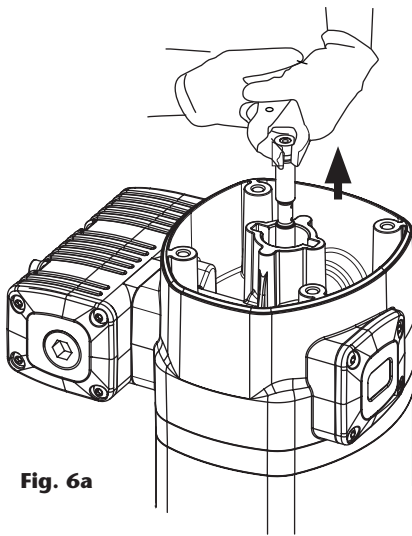
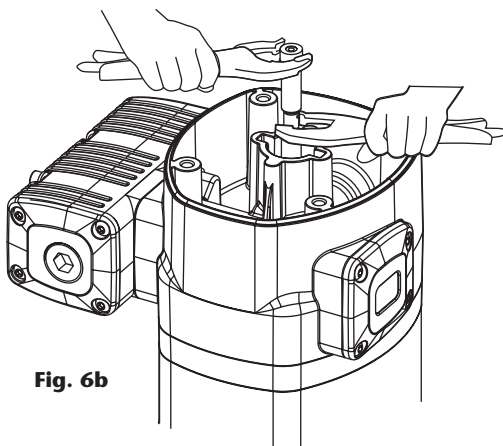

Fig. 6a
Fig. 6b
1. Dévisser les quatre vis (A) et retirer le couvercle (B).
2. Dévisser le bouchon de l'inverseur (C).
3. Avec une pince manuelle sur la douille de serrage (D), tirer la tige (O) vers l'extérieur jusqu'à ce qu'apparaisse son évidement central (Fig. 6a). Puis, avec une autre pince manuelle, saisir la tige (O) sur l'évidement pour prévenir les dommages sur la surface pouvant entraîner des problèmes d'étanchéité, et dévisser l'écrou (D) (Fig. 6b).
4. Enlever le joint (E) et la bague (F), puis utiliser les nouvelles lors du remontage.
5. Dévisser les quatre vis (R). Retirer le moteur (J) pour libérer la tête avec la bride (L).
6. Retirer le capuchon de l'inverseur (G). Remplacer les joints (H) et (I) de ce capuchon.
7. Dévisser les cinq vis (M) et séparer le corps de moteur (J) de la bride (L). Retirer la rondelle (K) et remplacer le joint (H).
8. Retirer le cylindre (N) en tenant soigneusement le piston (Q). Remplacer le joint (P) du piston.
9. Remontage dans l'ordre inverse, Application frein filet sur les vis (M), la douille de serrage (D) et le bouchon de l'inverseur (C).